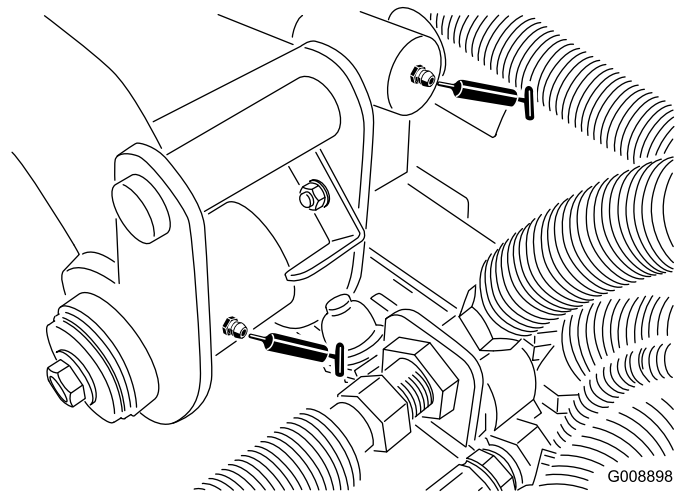

Bild 54
- Hintere Hubarm-Drehbüchsen und Hubzylinder (2) (Bild 54)